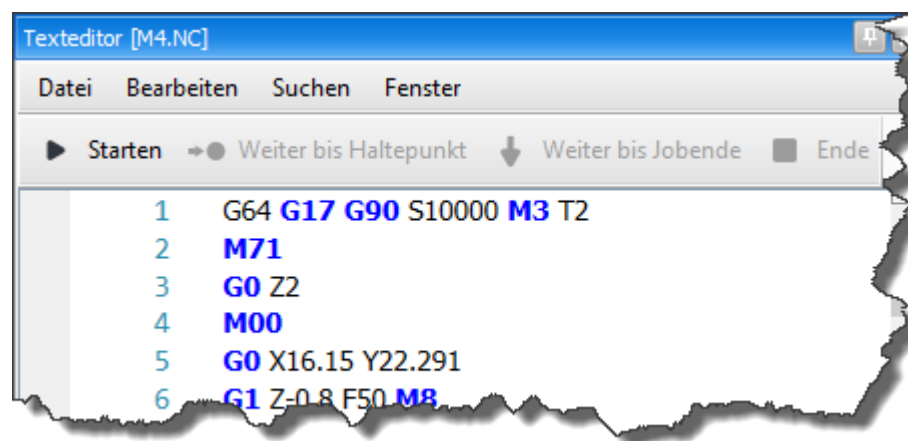

Abbildung 1: Durch klicken auf "Starten" wird die DIN66025 Datei zeilenweise ausgeführt
1. Syntaxhervorhebung für DIN66025 markiert die Befehle blau an (siehe Abbildung 1).
2. **Neu ab 7** G-Code Befehle können zeilenweise oder bis zur einer Stelle ausgeführt werden (siehe Abbildung 1). Klicken Sie auf Rand an der gewünschten Zeile um Haltepunkt festzulegen. Durch klicken auf "Weiter bis Haltepunkt" werden alle Befehle bis Haltepunkt ausgeführt. Der Befehl "Weiter bis Jobende" führt die Datei bis Ende durch, hingegen der